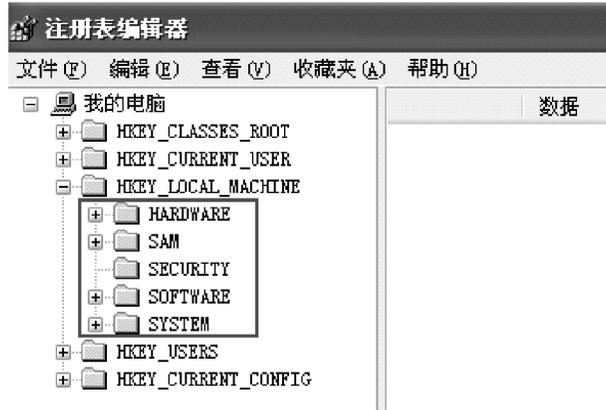

图 3-108 展开 HKEY_LOCAL_MACHINE 包含的五个子键
2) 用鼠标单击“HKEY_LOCAL_MACHINE”前面的 标志，或双击“HKEY_LOCAL_MACHINE”将列表展开，可以发现其包含了 HARDWARE、SAM、SECURITY、SOFTWARE、SYSTEM 五个子键，如图 3-108 所示。它们各自的作用如下：